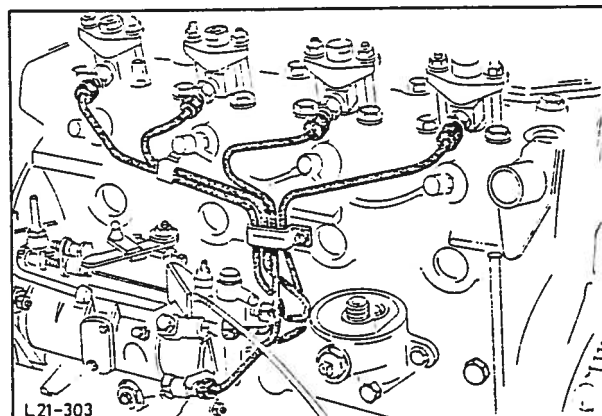

Fig. 84 Montering av innsprøytningrør.
63. Monter innsprøytningdysene løst med varmebeskyttelsesplater og tetningsringer. Fest innsprøytningrørene til dysene og til innsprøytningspumpen. Trekk deretter til dysene, fig. 84.